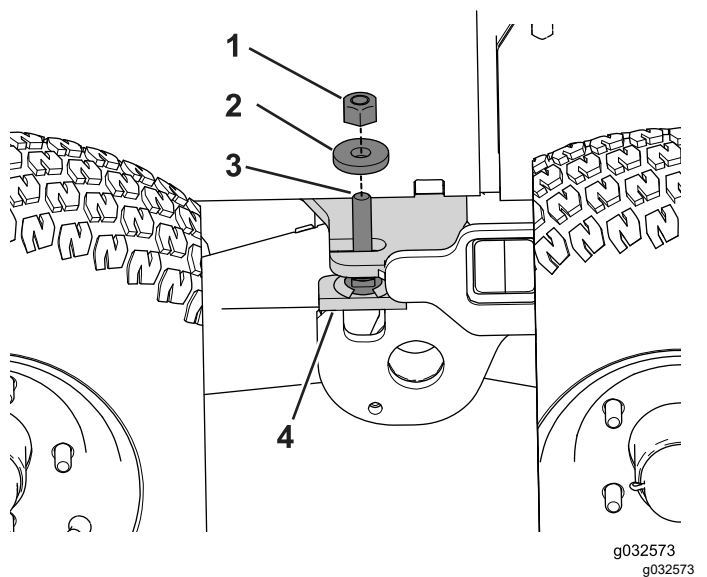

Figura 104
2. Retire la contratuerca y la arandela de la varilla roscada del tope del bogie (**Figura 104**).
9. Instale y apriete la arandela plana ($\frac{1}{2}$ ") y la contratuerca en el conjunto de giro del bogie (Figura 104).